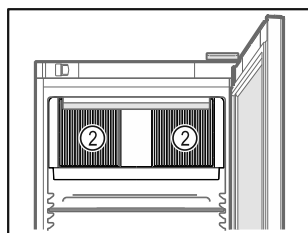

Fig. 63
- ☐ Větrací otvory Fig. 63 (2) oběhového vzduchového čerpadla ve vnitřním prostoru udržujte volné.